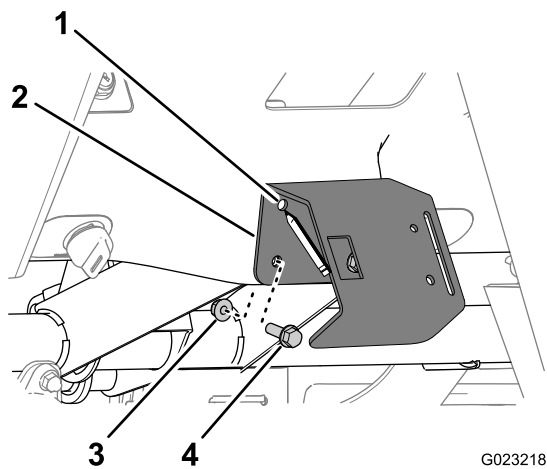

Figura 17
2. Alinhe 3 dos furos no suporte do acelerador manual com os três furos do painel de instrumentos (Figura 17).
3. Prenda o suporte do acelerador manual ao painel de instrumentos com três parafusos flangeados (5/16 x 1 pol.) e três porcas flangeadas apertadas à mão (Figura 17).
4. Marque o local do furo superior direito no suporte do acelerador manual no painel de instrumentos (Figura 17).
1. Alinhe os furos no suporte do acelerador manual com os furos do painel de instrumentos (Figura 17).
2. Prenda o suporte do acelerador manual ao painel de instrumentos com quatro parafusos flangeados (5/16 x 1 pol.) e quatro porcas flangeadas (Figura 17).